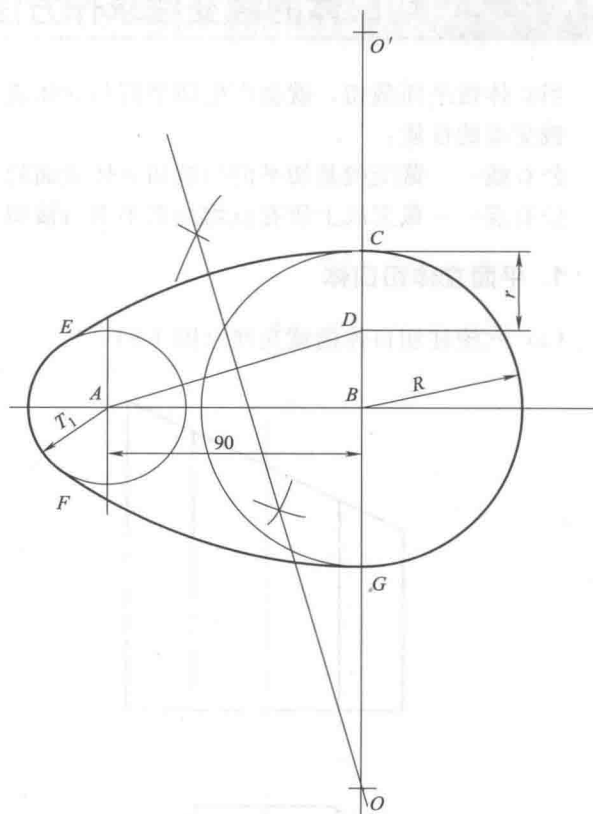

图 1-8 蛋圆形的画法 (二)
② 作 BC 直径上的内接角 $\angle BDC$ ，则 $\angle BDC$ 为直角，分别延长 BD 、 CD ，分别与 \widehat{BO} 、 \widehat{CO} 两弧交于 n 、 m 点。
③ 以 D 点为圆心， Dn 或 Dm 为半径画弧分别与 \widehat{BO} 、 \widehat{CO} 两弧相切。
④ 则 \widehat{BC} 、 \widehat{Bn} 、 \widehat{Cm} 、 \widehat{nm} 四段弧组成蛋圆形。
2. 蛋圆形的第二种画法 (图 1-8)
① 先画十字线定圆心位置 B 点，然后以 B 为圆心， R 为半径画圆，过 B 点作 AB 线的垂直线交大圆于 C 、 G 点，截 $CD=r$ 。
② 连 AD 直线，并作 AD 的垂直平分线，交 CG 的延长线于 O 点，并求 O' 点，使 $BO=BO'$ 。
③ 分别以 O 和 O' 为圆心，以 OC 、 $O'G$ 为半径画弧，与 A 点为圆心、 $CD=r$ 为半径画的圆弧相切于 E 、 F 点。
④ 则 CG 、 CE 、 GF 、 EF 四段弧组成蛋圆形。